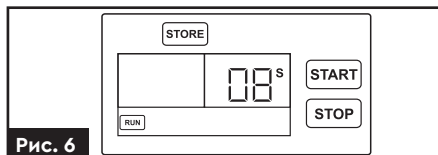

Рис. 6
3. Натисніть кнопку «STORE» і утримуйте її доти, поки пульт не видасть звуковий сигнал і почне 8 секундний зворотний відлік (рис. 6).